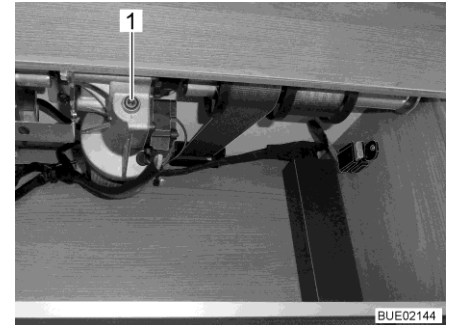

Fig. 150 Accès à l'entraînement
- Insérer la manivelle ou la clé mâle coudée pour vis à six pans creux dans la réception sur le moteur (Fig. 150,1).